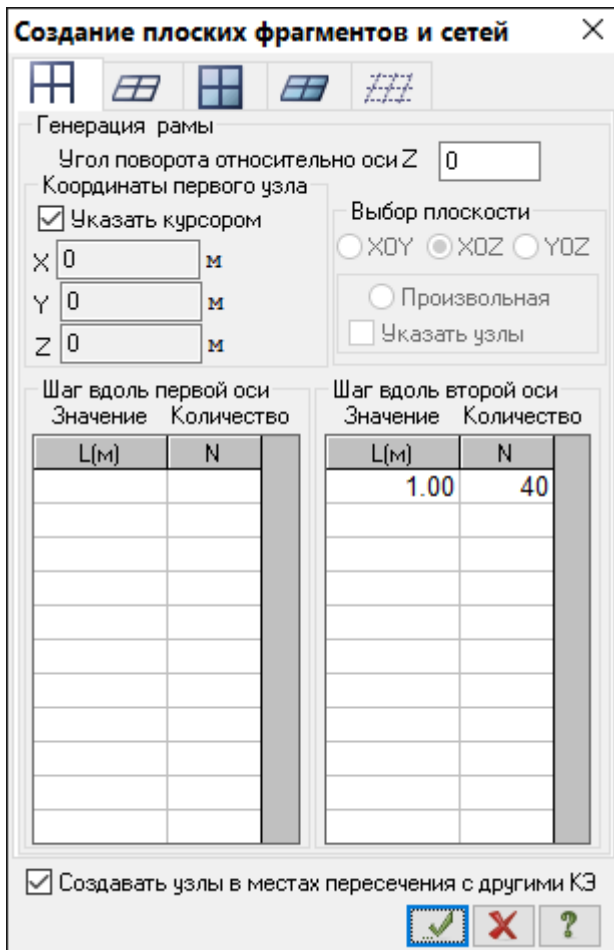

Рис.8.3. Диалоговое окно **Создание плоских фрагментов и сетей**
- Остальные параметры принимаются по умолчанию (рис.8.3).